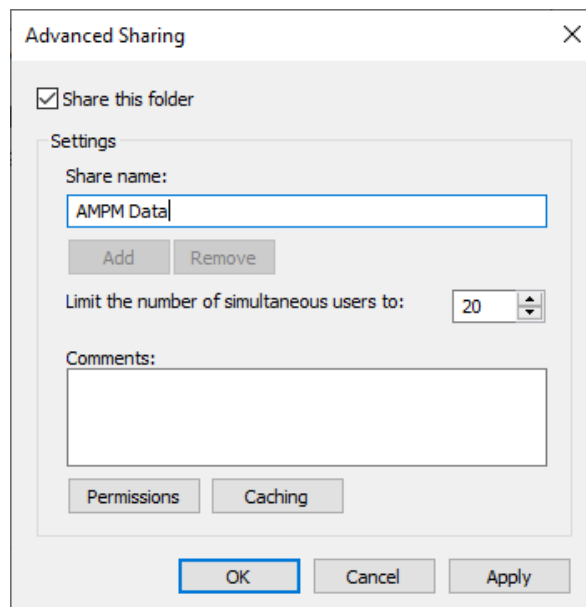

Imagen 45 “Comparta esta carpeta”
2. Seleccione la casilla “Compartir esta carpeta” (consulte la Imagen 45).